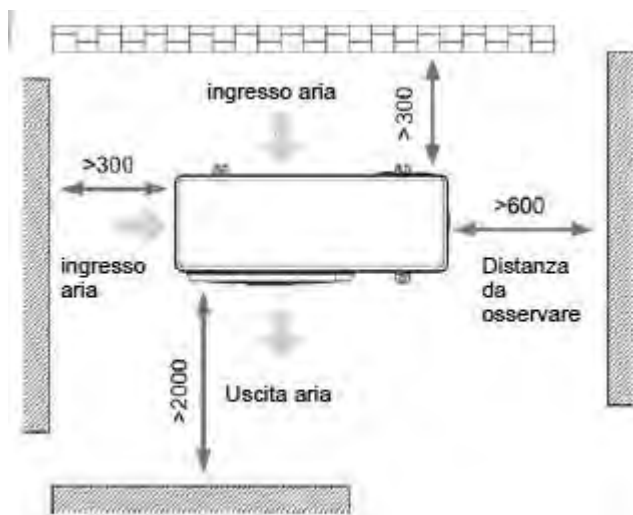

Figura 4 – spazi di rispetto
- considerare gli spazi di rispetto e la direzione dell'aria espulsa (figura 4);